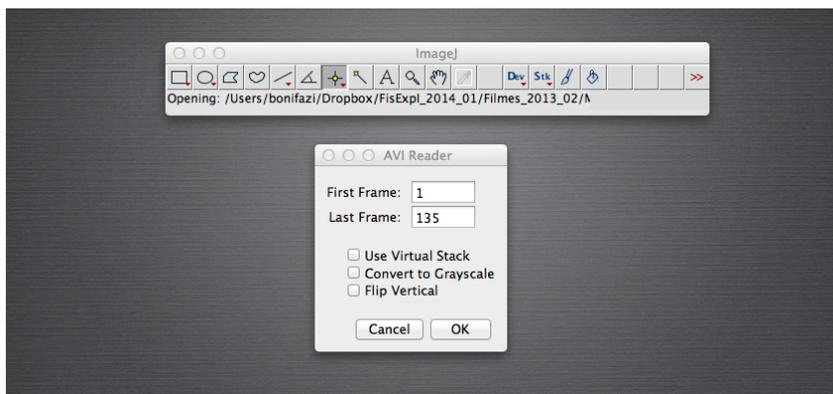

Figura E.2: ImageJ: tela de início para carregar o filme.
3. No ImageJ abra o filme que você fez. Aparecerá uma tela com algumas indicações como se mostra na Figura E.2, “First Frame 1”, “Last Frame 135”, que podem em princípio ser alteradas pelo usuário. Essas informações correspondem ao número de imagens contidas no filme e permitem que escolhamos apenas algumas delas para serem exibidas. Mantenha como está e tecele “Ok”.
2. Abra novamente o filme apenas com os quadros de interesse. Para isto coloque o número do primeiro quadro a ser utilizado em “First Frame” e o último em “Last Frame” como indicado na Figura E.2 e clique “OK”.